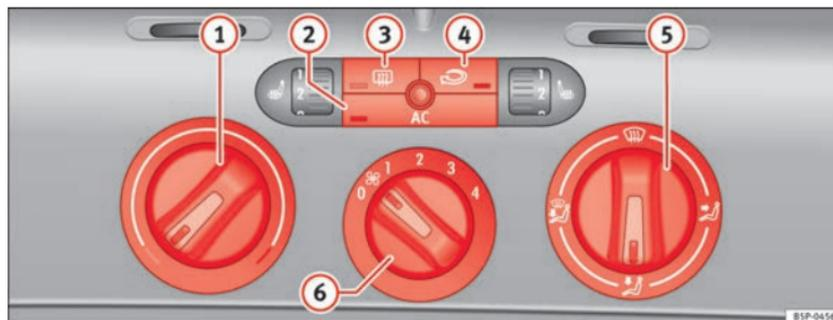

Fig. 130 Sulla plancia portastrumenti: i comandi del Climatic
- Le manopole ⇒ fig. 130 ① e ⑤ e la manopola ⑥ servono rispettivamente a impostare la temperatura desiderata, a indirizzare il flusso d'aria e a selezionare il livello di potenza della ventola.
- Per attivare o disattivare una funzione bisogna premere il tasto corrispondente ②, ③ o ④. Quando la funzione è attiva, la spia situata nell'angolo in basso del tasto si illumina.
- ① Manopola di regolazione della temperatura ⇒ pagina 170
② Tasto **AC** - Accensione e spegnimento del climatizzatore ⇒ pagina 170
- ③ Tasto - Lunotto termico. Questa funzione si spegne automaticamente dopo circa 20 minuti. Se si desidera spegnerlo prima bisogna premere il tasto relativo.
- ④ Tasto - Funzione di ricircolo ⇒ pagina 172
- ⑤ Manopola di regolazione della ripartizione del flusso d'aria ⇒ pagina 170
- ⑥ Comando del ventilatore. Il volume del flusso d'aria è regolabile su quattro livelli. Quando si viaggia a basse velocità, si consiglia di tenere sempre acceso il ventilatore al livello più basso. ▶
- Accendere il climatizzatore con il tasto ⇒ fig. 130